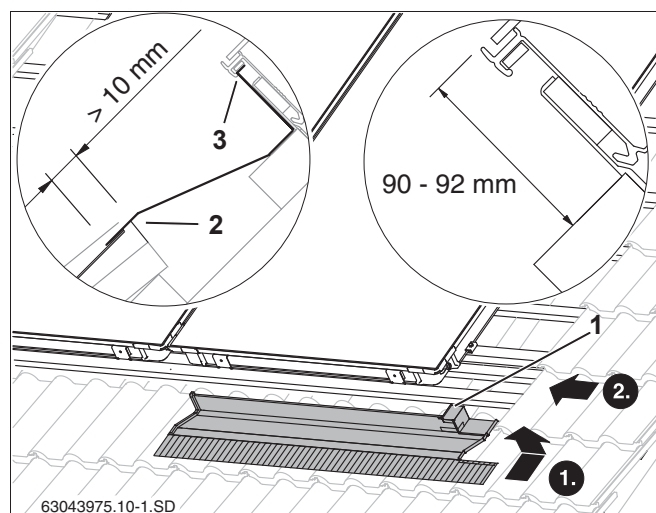
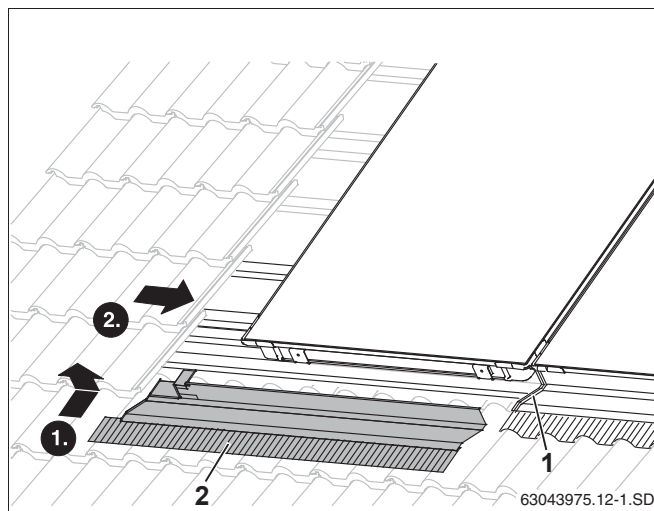

Рис. 43 Правый нижний накладной лист
Рис. 46 Укладка левого нижнего накладного листа
- ▶ Правый накладной лист вставьте верхней кромкой в паз коллектора (рис. 43, поз. 3).
- ▶ Придвиньте накладной лист к коллектору так, чтобы и правая короткая кромка (рис. 43, поз. 1) входила сверху в паз коллектора.
Накладной лист нужно уложить на черепицу так, чтоб он перекрывал черепицу минимум на 10 мм (рис. 43, поз. 2).
- ▶ Уложите левый накладной лист (рис. 46, **поз. 2**) на предыдущий и смонтируйте как правый (рис. 43).
Защитную пленку можно снять с накладного листа (рис. 46, **поз. 1**) только после того, как будут закреплены все листы.